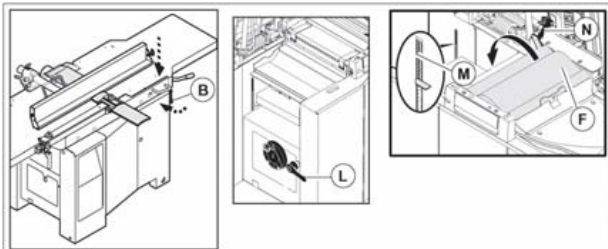

Fig. 9.2-1
prima di abbassare i piani a filo, ricordarsi di aprire la protezione convogliatrici (F fig. 9.2-1), e di abbassare il piano spessore fino alla fine della tacca rossa (M fig. 9.2-1) per non danneggiare alcun elemento e di riportare la leva (L fig. 9.2-1) in posizione Pos. "0" (disattivazione rullo di trascinamento).
- 3) Disinnestare il bloccaggio (N fig. 9.2-1) e chiudere i piani.
- 4) Abbassare la leva (B fig. 9.2-1) per bloccare i piani.